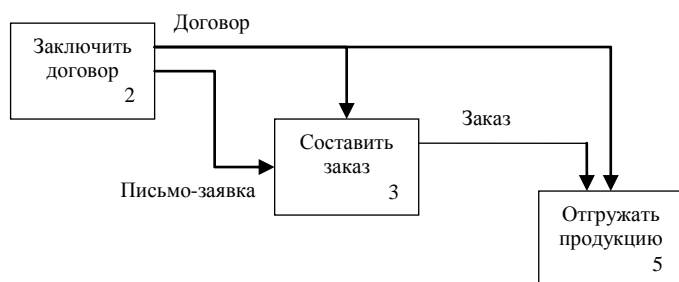

Рис. 25. Внутренние стрелки на диаграмме А0
8. Создайте новые внутренние дуги так, как показано на рис. 25.